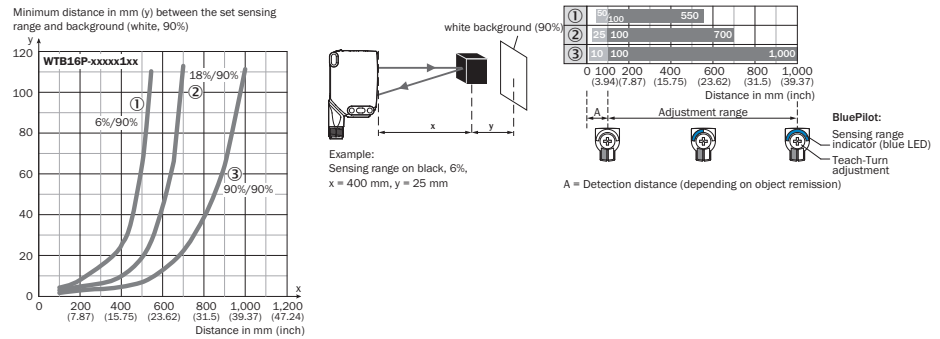

Figura 39: Curva característica 1, WTB16P-xxxx1xx, luz vermelha
A distância mínima (= y) para a supressão do fundo pode ser determinada a partir do gráfico [figura 39 ①] do seguinte modo: